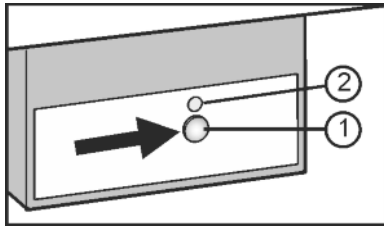

Fig. 12
- ▶ Pulse la tecla On/Off Fig. 12 (1) hasta que el LED Fig. 12 (2) se ilumine.